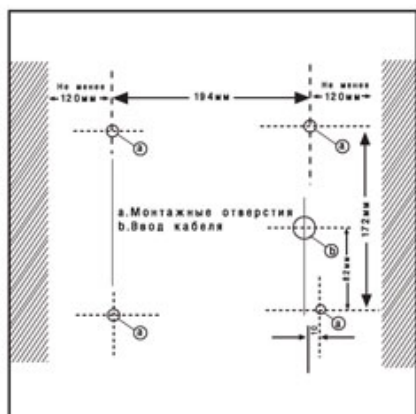

Рисунок 2
- 1) Выполните в стене 4 отверстия диаметром 8 мм в соответствии со схемой разметки (рис. 2) и вставьте в отверстия дюбели, входящие в комплект поставки (рис. 2, 3).